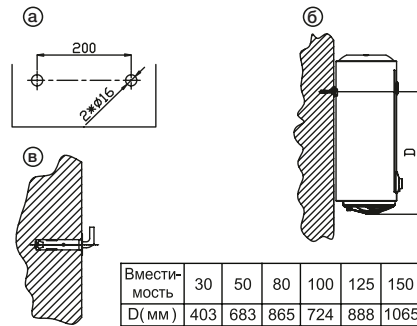

Рис. 2
2. После выбора места монтажа определите место под два крепежных болта с крючками (в зависимости от спецификаций выбранного изделия). Электродрелью просверлите два отверстия в глухой стене диаметром 16 мм на расстоянии 200 мм. Расстояние между отверстиями выдержите в соответствии с рисунком 2а. При определении высоты отверстий необходимо учесть положение на стене водопроводных соединений, тип водопроводных труб и расстояние от крепления до низа нагревателя (см. рис. 2б).
3. Вставить распорные болты в отверстия и убедиться, что крючок направлен вверх (см. рис. 2в).